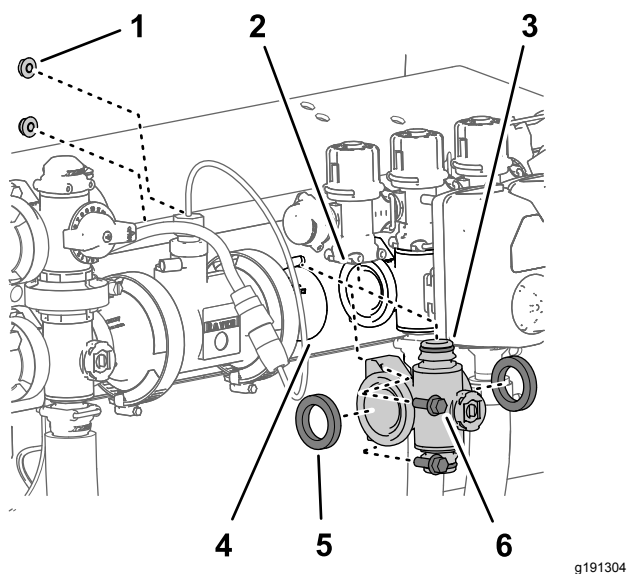

Figure 112
le collecteur de vanne de section au support de vannes (Figure 112).
- Baissez le collecteur de vanne de section et les joints pour les séparer de la vanne de dérivation de section et déposez-les de la machine (Figure 112).